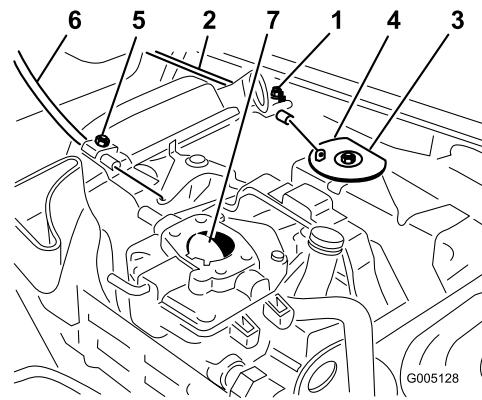

Figure 49
1. Desserrez la vis du collier qui raccorde le câble au moteur (Figure 49).
3. Tirez fermement sur le câble d'accélérateur jusqu'à ce que l'arrière du pivot atteigne la butée (Figure 49).
3. Tirez fermement sur le câble de starter, jusqu'à ce que le papillon soit complètement fermé, puis serrez la vis du collier de câble (Figure 49).